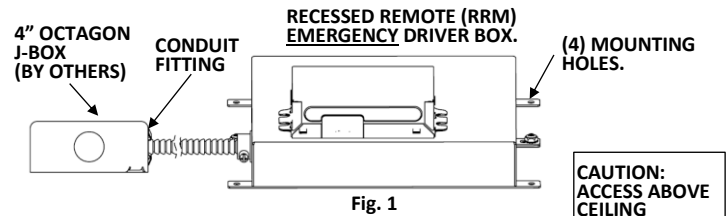

Fig. 1
1. **INSTALL RECESSED REMOTE BOX. Fig. 1,2**